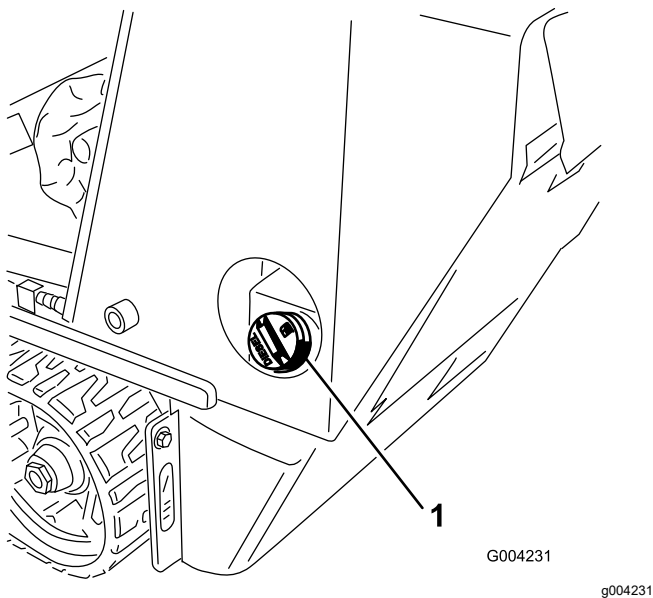

Figura 15
3. Curăți în jurul capacului rezervorului de combustibil i îndepărtați-l (Figura 15).